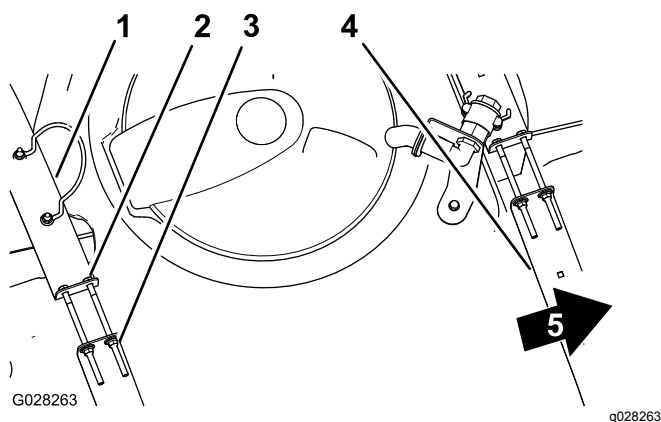

図 81
2. タンクとタンク固定ベルトとの間に、たるみがないか点検する 図 81。
3. ベルトにゆるみがある場合には、ベルトの上部にあるフランジロックナットとボルトを締めてベルトとタンクとが面一になるようにする 図 81。